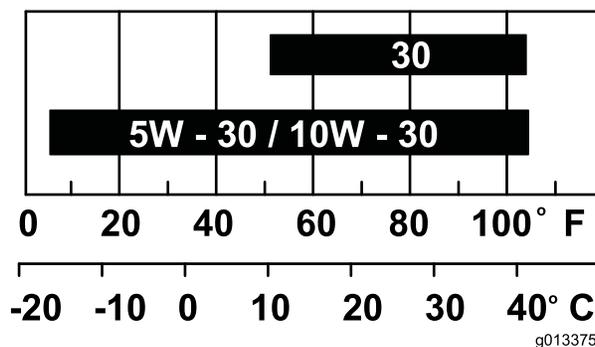

Figura 51
**Nota:** Utilice aceite SAE 10W-30 para el uso general. Puede utilizar las otras viscosidades indicadas en la tabla si la temperatura media de su zona está dentro del intervalo indicado (Figura 51).